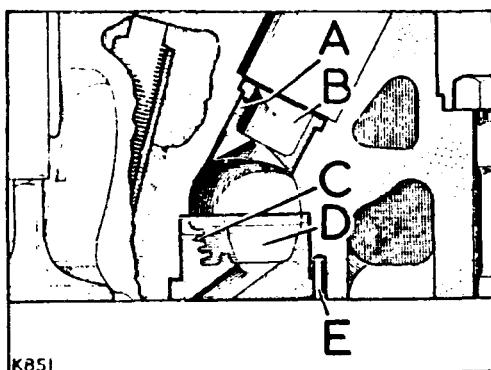

Fig. A4-85.- Sección transversal del apoyo del inyector y precámara de combustión.
- 5.1.- Para extraer la precámara de combustión se utilizará un botador de metal blando, que se introduce a través del apoyo de inyector (B) (Fig. A4-85), golpeándose la precámara de combustión desde el interior. La precámara será desechara y en la operación se pondrá el máximo cuidado para no deteriorar el apoyo del inyector. Si es éste el que hay que sustituir, se empujará con un botador de cabeza redonda.
- 5.4.- La precámara (D) (Fig. A4-85) puede montarse golpeándola suavemente hasta que encaje en su alojamiento, con un mazo de plástico. Una vez instalada debe verificarse el montaje con un micrómetro de esfera, para asegurarse que no sobresale de la superficie de aquellas más de 0,01" (0,025 mm.) y que no queda por debajo de la superficie de aquella más de 0,002" (0,05 mm.)